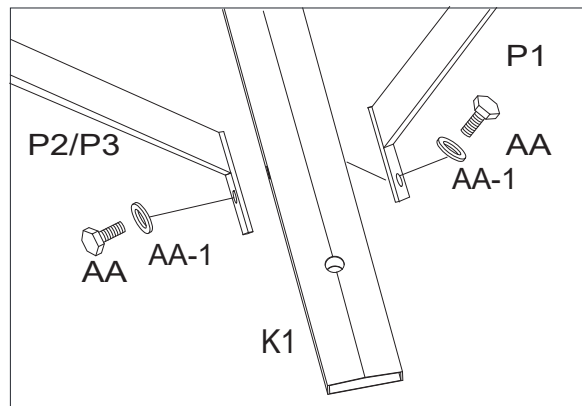

Figure 12-2
12.2. Fixez les côtés du cadre de l'évent de toit en reliant le côté court (P1) et les côtés gauche/droit (P2/P3) au support d'angle de l'évent de toit (K1) et à la petite barre centrale supérieure (K4) à l'aide de boulons (AA/AA-1) Voir les figures 12.2 à 12.3.